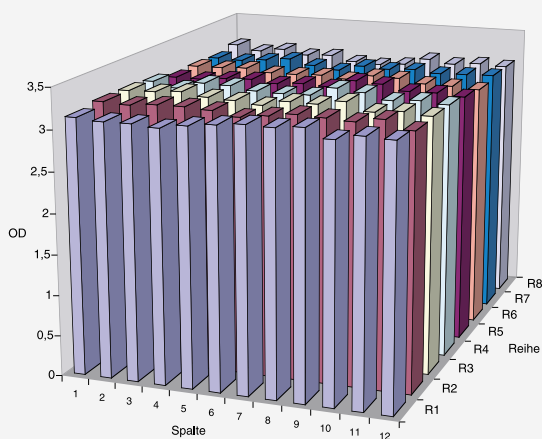

Abbildung 1:
Poly lactat kann bei geringen Temperaturen verarbeitet werden. Dadurch wird die Gefahr von Temperaturschwankungen während der Produktion minimiert. Dieses und die Polyesterchemie des Materials ergeben einen sehr niedrigen Hintergrund und Variationskoeffizienten (VK) im Test (Abbildung 1, $\text{VK} < 2\%$).